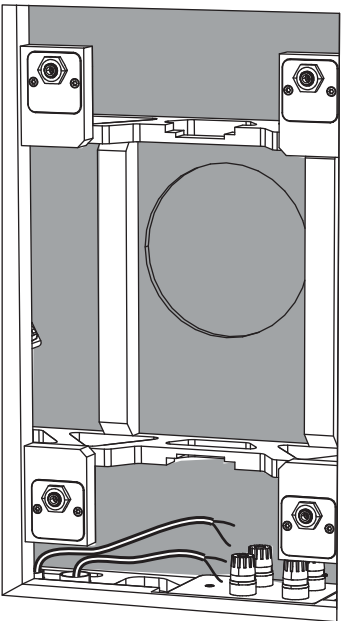

Abb. 7. Trockenbau aus der Blende entfernt
4. Schneiden Sie nach der Trockenbaumontage das Loch in der Trockenbauwand mit einem geeigneten Handwerkzeug vorsichtig aus, wobei die Öffnung in der hinteren Dose als Führung dient (Abb. 7). Achten Sie darauf, nicht in die Öffnung der hinteren Dose einzuschneiden oder die Lautsprecherkabel zu durchtrennen. Stellen Sie sicher, dass die Trockenbauöffnung nicht größer ist als die Öffnung der hinteren Dose. Entfernen Sie Staub oder Schmutz aus der hinteren Dose.